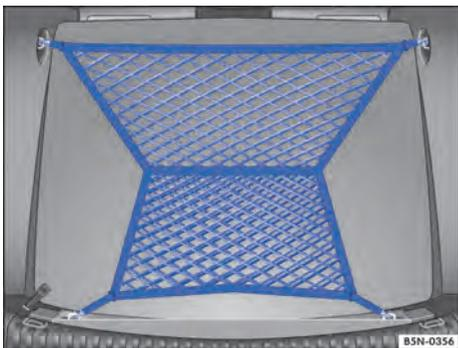

Fig. 101 No compartimento de bagagem: rede para bagagem presa.
- Prender os ganchos da rede para bagagem ⇒ Fig. 101 nos olhais de amarração ⇒ ⚠. A abertura da bolsa da rede para bagagem deve estar voltada para cima.
- Desprender os ganchos da rede para bagagem ⇒ Fig. 101 dos olhais de amarração.